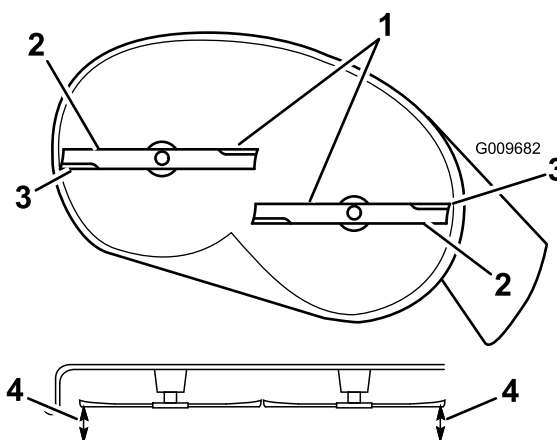

Figure 48
- Faites pivoter les lames avec précaution pour qu'elles soient toutes parallèles (Figure 48).
- Mesurez la distance entre les tranchants extérieurs et le sol plat (Figure 48). Si les deux mesures diffèrent de plus de 5 mm, un réglage s'impose. Poursuivez la procédure.